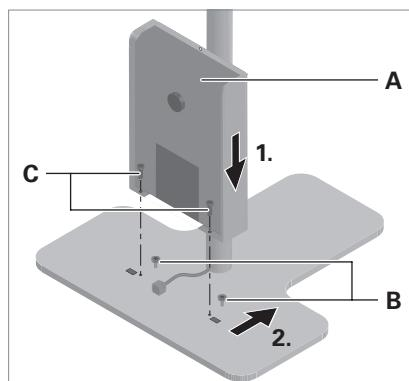

Fig. 2: Versorgungseinheit montieren.
- ▶ Setzen Sie die Versorgungseinheit **A** auf die Schrauben **B**, die am Leuchtenfuß vormontiert sind, siehe Fig. 2.
- ▶ Schieben Sie die Versorgungseinheit bis zum Anschlag in Richtung Standrohr, siehe Fig. 2.
- Fixieren Sie die Versorgungseinheit am Leuchtenfuß mit den mitgelieferten Schrauben **C**, siehe Fig. 2.